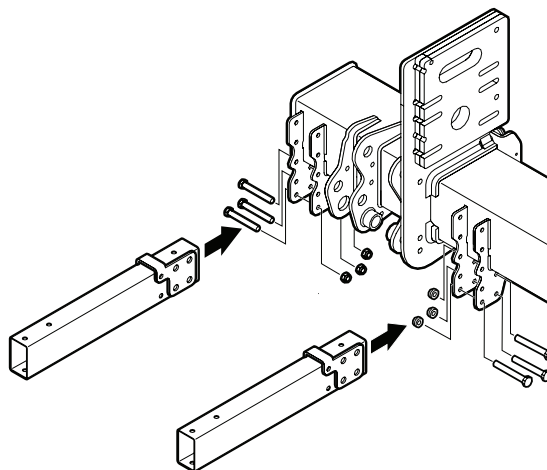

Bild 50. Montering av konsoler på stomme
1. Montera konsolerna på bakgavellyftens stomme med 3 skruvar M12x100 vardera utan att dra åt. Se Bild 50.